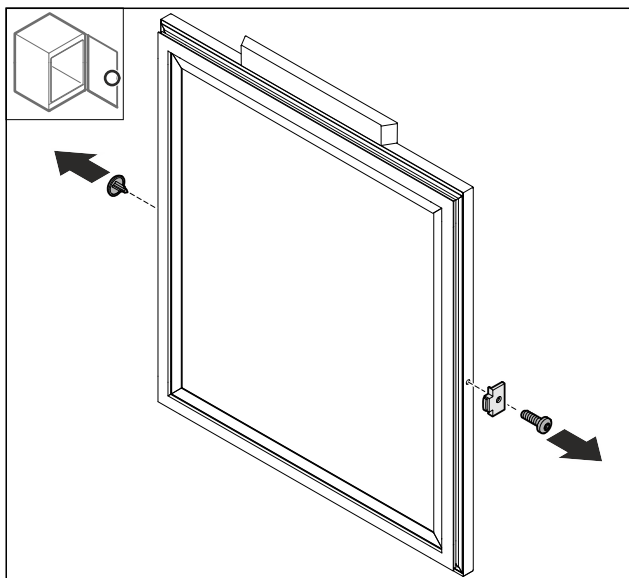

Fig. 46
- Retirer le cache Fig. 46 (1).
- Démonter la butée de porte Fig. 46 (2).